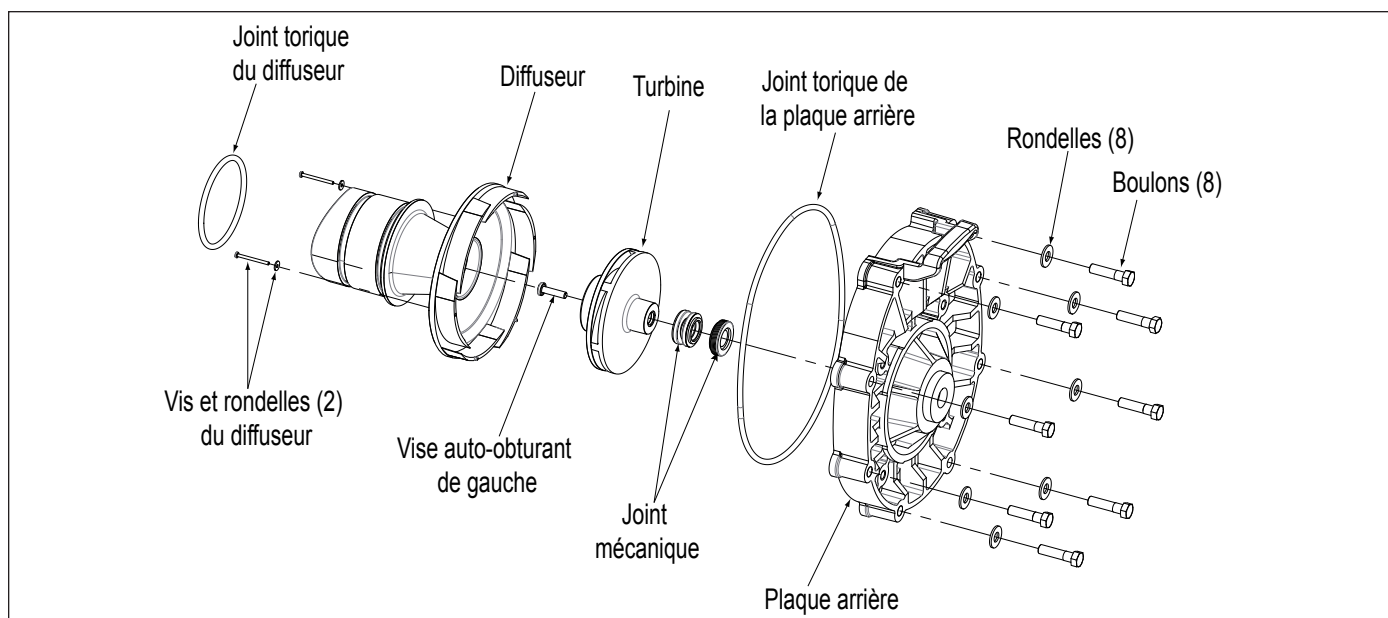

Figure 14. Vue éclatée du diffuseur et de la turbine
10. Inspecter la turbine et le diffuseur pour la présence de frottement ou de dommage. Se référer à la Figure 14.